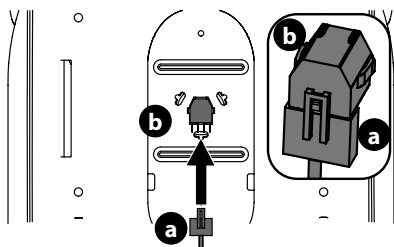

Figure 5
3. Si nécessaire, connectez en toute sécurité le faisceau de fils du commutateur du siège (a) au commutateur du siège (b) (Figure 5). Éloignez en toute sécurité l'excédent de fil des points de pincement avant de continuer.